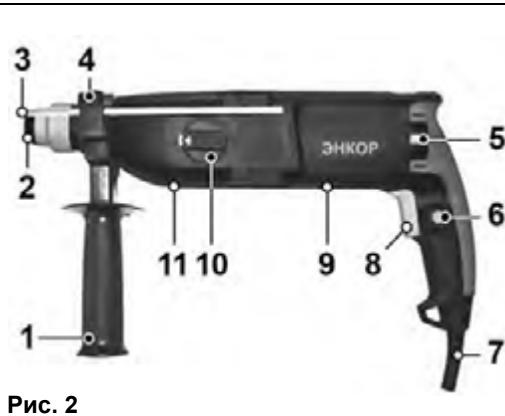

Рис. 2
6. УСТРОЙСТВО ПЕРФОРаторА (Рис.2)
7. СБОРКА (Рис.2)
7.2. Отверните винт фиксации (4) ограничителя на несколько оборотов. Вставьте ограничитель глубины сверления (3) в специальное отверстие на рукоятке (1). Зафиксируйте установленное положение ограничителя глубины сверления (3) винтом фиксации (4).
8. ПОДГОТОВКА К РАБОТЕ И РЕГУЛИРОВКА (Рис.2)